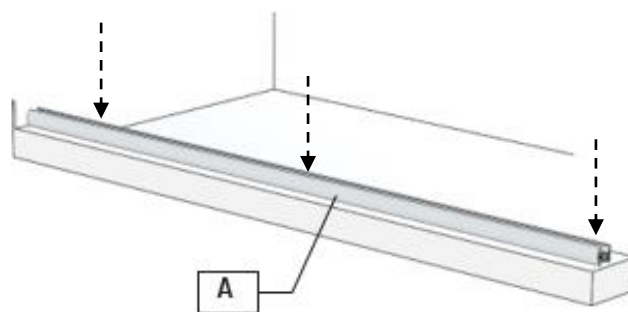

Fig 1c
2. Remove the paper backing from the pre-installed double-face tape and firmly attach the **Sill (A)** to the threshold. **(Fig 1c)**
2. Retirez le support en papier du ruban adhésif double face préinstallé et fixez fermement le seuil (A) au seuil. (Figure 1c)